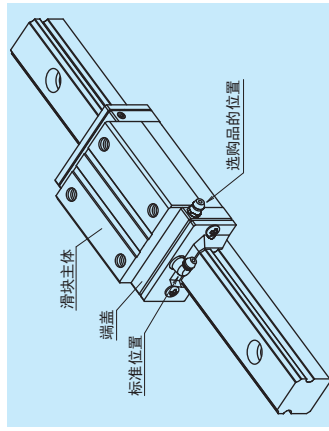

图 13 润滑油零件的安装位置
(2) 润滑油零件的安装位置
- 润滑油注入嘴标准型号的位置, 安装在滑块的端面, 作为选购品也可安装在端盖的侧面。(图 13) 将润滑油注入嘴和专用配管接头安装到滑块主体上面或者侧面时, 请向 NSK 咨询。